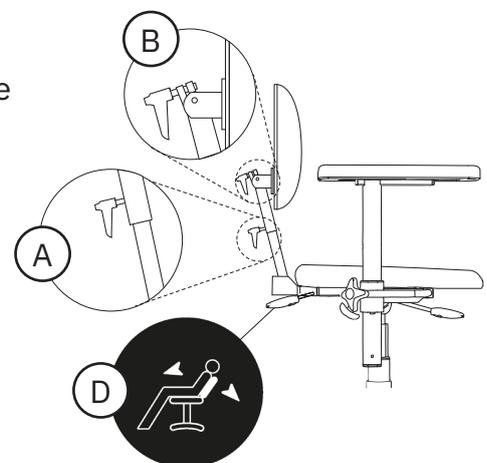

Abb. 5.43. Rückenlehnenmechanismus Komfort.
Dieser Rückenlehnenmechanismus verfügt über eine gasfedergesteuerte Rückenlehnenfunktion (D), siehe Abb. 5.43. Die gasfedergesteuerte Rückenlehnenfunktion wird mithilfe eines Bedienelements unter dem Sitz (Standard) oder unter der Armlehne (Option) eingestellt werden. Die Rückenlehnenfunktion erlaubt eine Neigung der Rückenlehne von bis zu 3° nach vorn und 40° nach hinten.